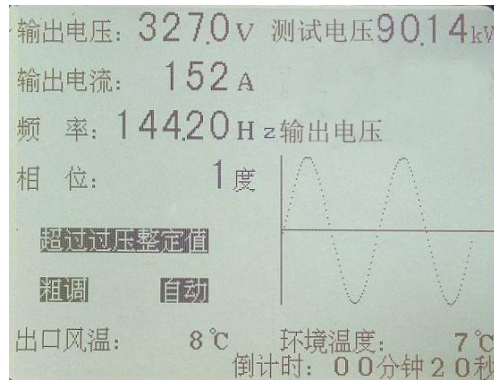

图 30 PY3520 变频电源装置故障显示
8.2.5 在试验过程中，当试验电压超过设定的过压整定值，将会发出报警信号，并且断开高压试验回路，同时屏幕上显示【超过过压整定值】，见图 30。